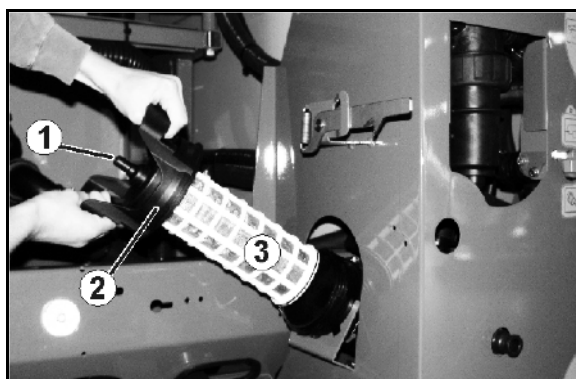

Fig. 134
Rengjør sugefilteret (Fig. 134) daglig etter rengjøringen av plantemiddelsprøyten.
1. Løs lokket til sugefilteret (Fig. 134/2).
2. Ta av lokket samt sugefilter (Fig. 134/3) og rengjør med vann.
6. Løsne dekslet til Fig. 134/2).
7. Betjen avlastingsventilen på sugefilteret (Fig. 134/1).
8. Ta av deksel med sugefilter (Fig. 134/3) og rengjør med vann
9. Sett sammen sugefilteret igjen i omvendt rekkefølge. (Fig. 134).